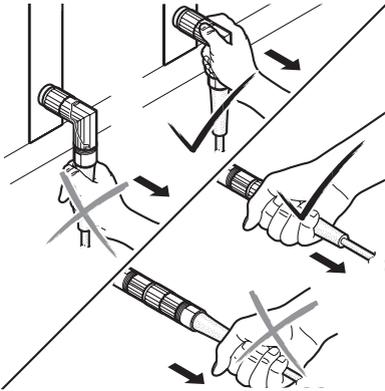

Abb. 20: Demontagehinweise „Abziehen der Anschlussleitung“
- ▶ Ziehen Sie die Anschlussleitung gemäß Abb. 20 auf Seite 62 ab.